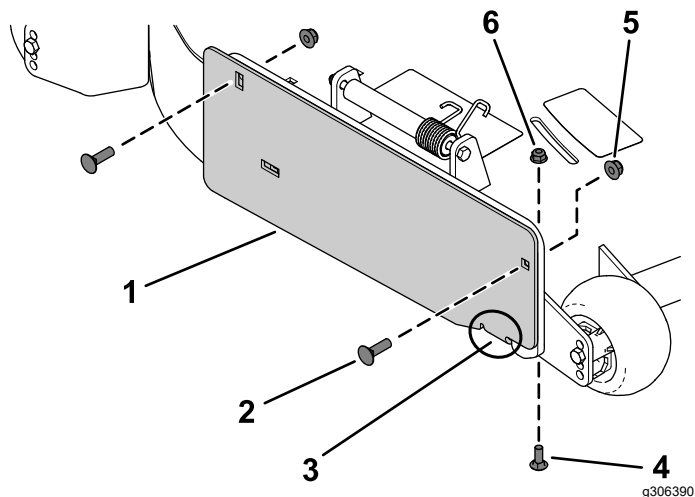

Рисунок 3
1. Закрепите плоскую крышку выброса на внешней части монтажного кронштейна с помощью 2 каретных болтов (3/8 x 1-1/4 дюйма) и 2 контргаек (3/8 дюйма), как показано на Рисунок 3.
2. Прикрепите язычок к внутренней поверхности деки газонокосилки с помощью 1 каретного болта (5/16 x 7/8 дюйма) и 1 фланцевой гайки (5/16 дюйма), как показано на Рисунок 3.